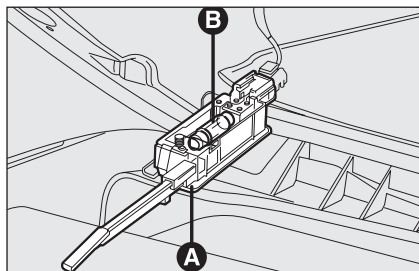

fig. 44
- ouvrir la boîte à gants, puis enlever le plafonnier **A-fig. 44**;